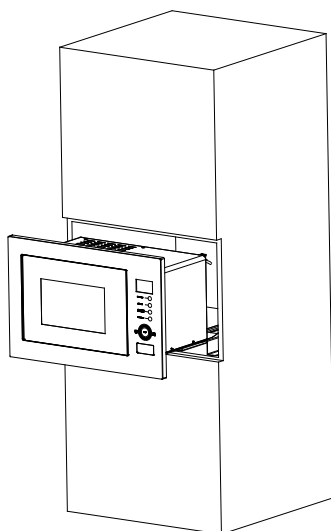

Fig.4
- d) Coloque el microondas en el orificio del mueble hasta que se ajuste, como se muestra en la Fig.4.